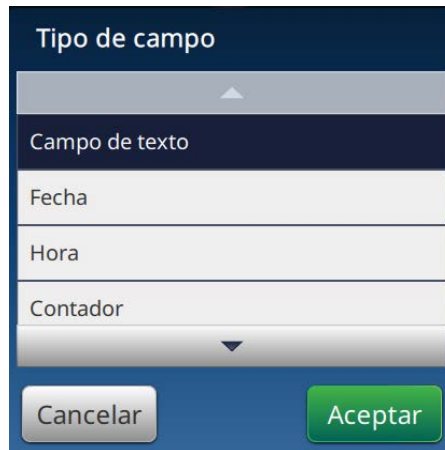

Figura 5-4: Opciones de Añadir campo
7. Pulse el botón  y seleccione las opciones necesarias para añadir campos, como se muestra en la Figura 5-4.
1. Pulse el botón  y seleccione *Campo de texto* tal como se muestra en la Figura 5-4 en la página 5-4.